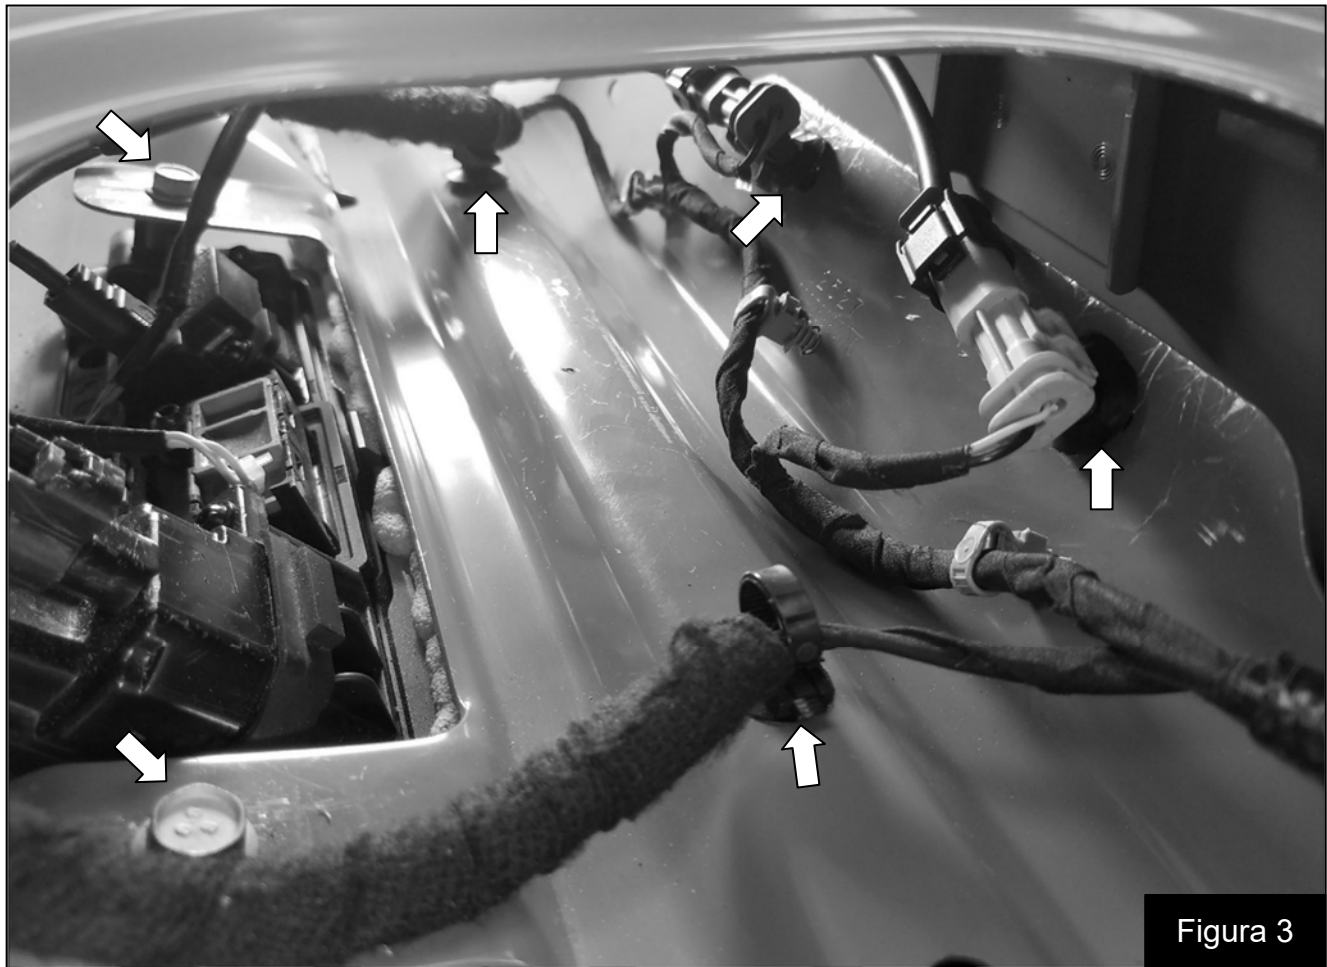

Figura 3
4. Afloje los dos tornillos que sujetan la manija del portón trasero. Figura 3
5. Retire los retenedores de cables indicados. Figura 3